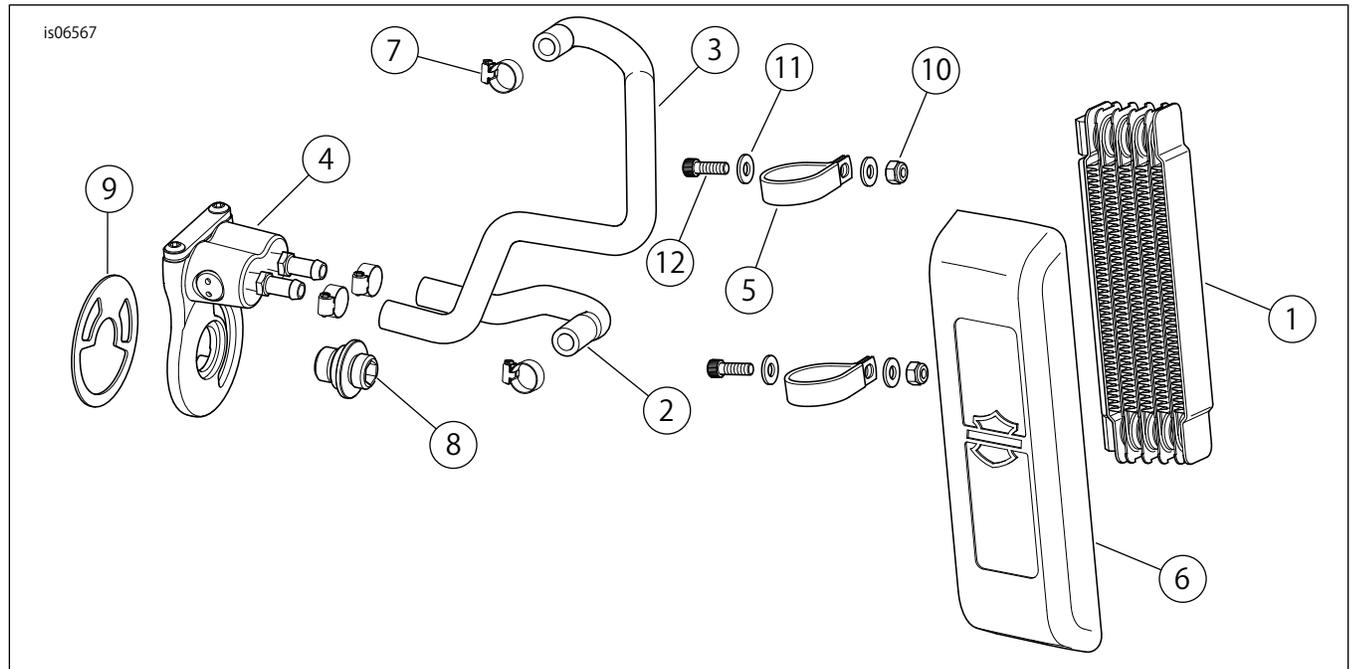

図4。交換用パーツ:ダイナオイルクーラー
「図4」および「表1」を参照してください。
4. 「図4」を参照してください。アッパーホース(3)をオイルクーラーのあごに取り付けます。ホースクランプ(7)を使って次のトルク値で締め付けます: 0.9 N·m(8 in-lbs)。